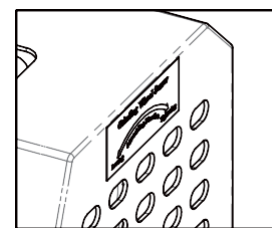

Fig. 12-1
- ① Desconecte o cabo de alimentação e certifique-se de que a energia está desligada.
- ② Confirme a direção do parafuso na tampa do rebolo antes de trocar o rebolo. (Fig. 12-1)